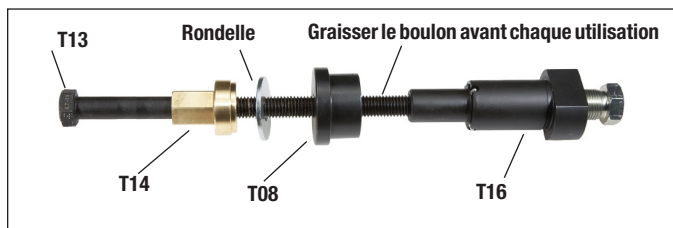

Figure 77 – Outil de pose et de fraisage de la douille de colonnette longue
5.6.19 Enfiler la rondelle, puis visser l'écrou en laiton (T14) sur le boulon (T13), suivi par le collet (T08). Cf. Figure 77.